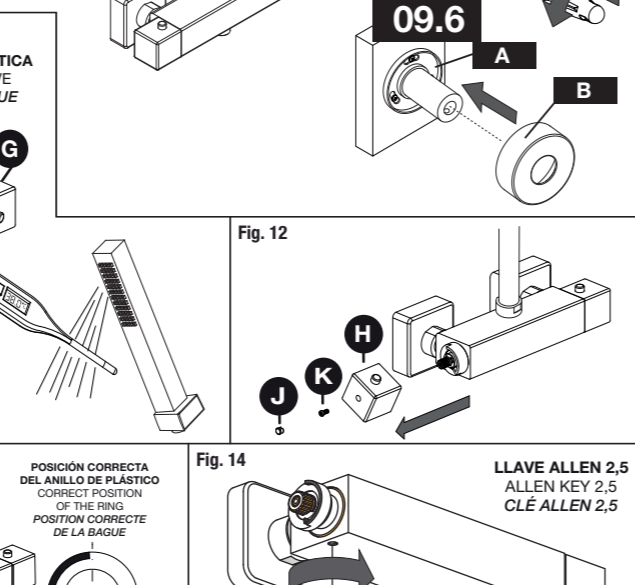

Fig. 12
- Sin girar más, no tocar la posición de la maneta, quitar el índice (J), el tornillo (K) y quitar la maneta (H) (Fig. 12).
- Para extraer el cartucho termostático, desmontar la maneta reguladora de temperatura (Fig. 12).
- Without turning the handle, take out the plastic cap (J), then the screw (K) and finally the handle (H) (Fig. 12).
- In order to remove the thermostatic cartridge, first take out the handle as shown (Fig. 12).
- Sans retournement ou de toucher la position de la poignée, retirer la plaque (J), la vis (K) et retirer la poignée (H) (Fig. 12).
- Pour retirer la cartouche thermostatique, retirez la température de bouton du régulateur (Fig. 12).